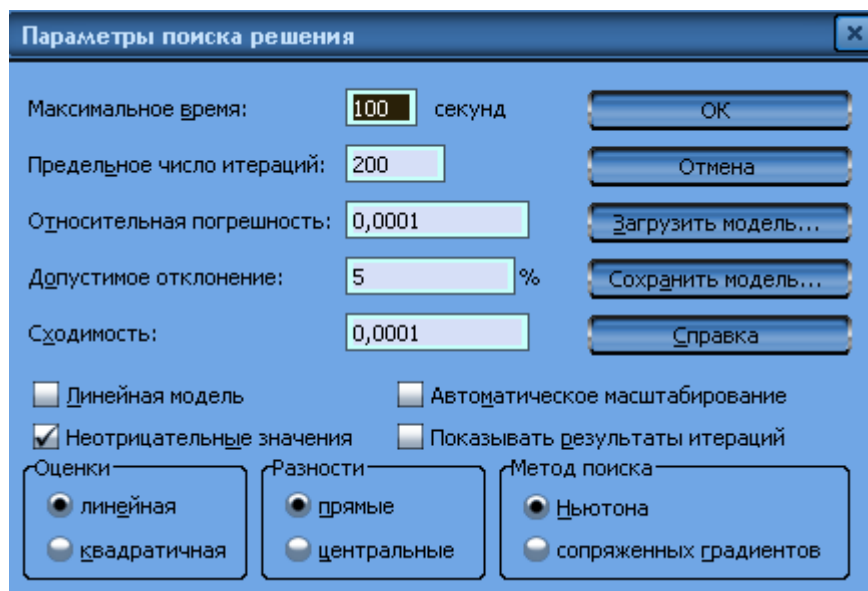

Рисунок 6.3 - Диалоговое окно Параметры поиска решения
- Изменить исходные параметры «Поиска решения» (см. Рисунок 6.3)